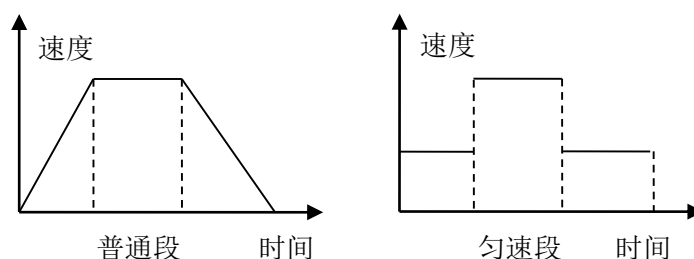

图 7-6 PT 模式匀速段类型
(2) 认识 PT 模式的数据段类型。如何向 PT 模式的 FIFO 中写入数据段？
- `PT_SEGMENT_EVEN` 表示匀速段，FIFO 中各段的段内速度保持不变，段内速度=段内位移/段内时间。如图 7-6 所示。